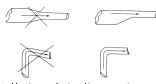

Рисунок 5. Правильне прокладання трубопроводу на всмоктувальному боці
- Уникайте повітряних кишень, особливо на вході насоса — див. рисунок 5.